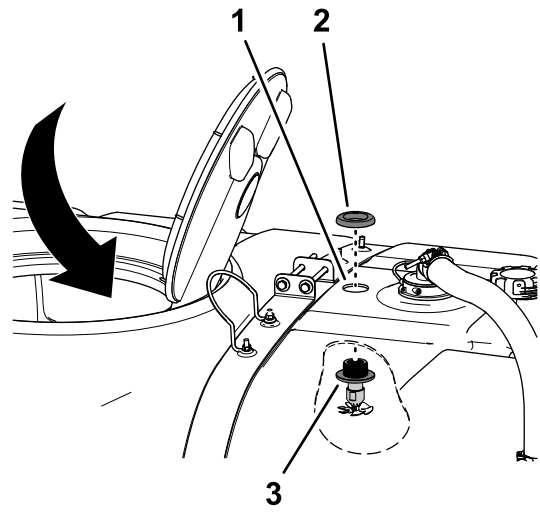

Bild 21
1. Arbeiten Sie durch die 41 cm große Öffnung im Innern des Behälters und fluchten Sie die Düsen nach oben durch das 4,5 cm große Loch aus, das Sie in Bohren des Sprühbehälters (Seite 9) gebohrt haben, wie in Bild 21 abgebildet.
2. Legen Sie die Bundmutter aus Kunststoff auf das Gewinde des Schottanschlussstücks oben am Behälter und ziehen Sie die Bundmutter mit der Hand an (Bild 21).